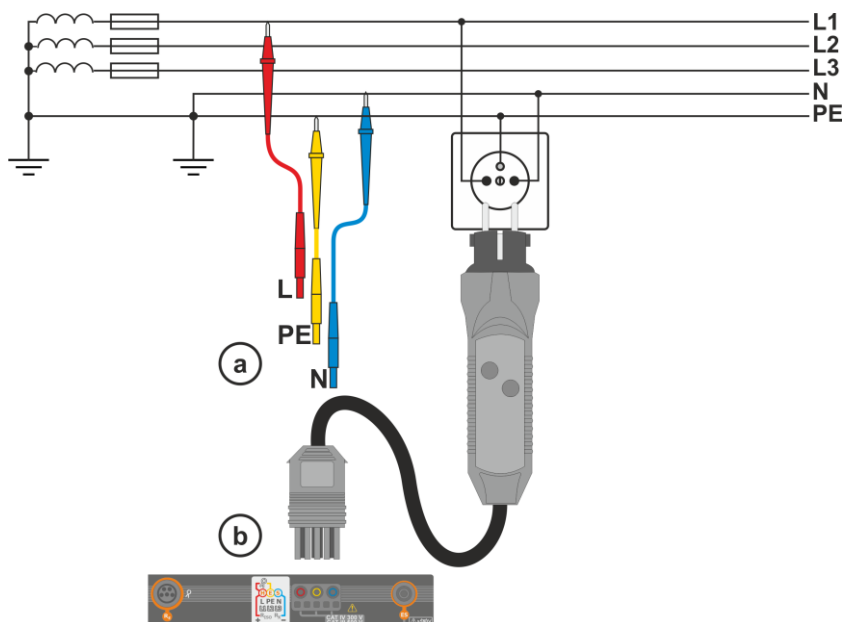
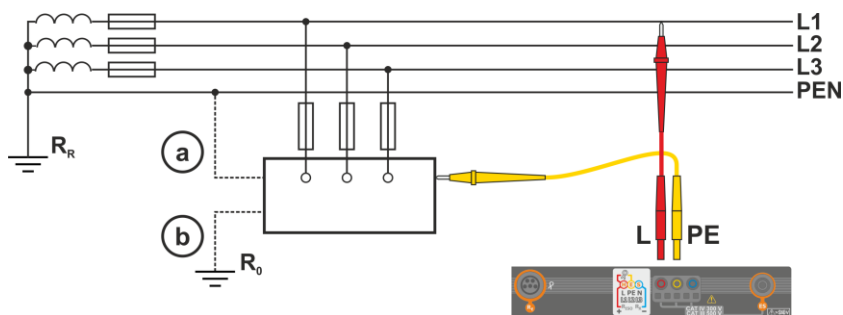

Fig. 3.1 Medición en el circuito L-PE
Fig. 3.2 Comprobación de la eficacia de protección contra incendios de la carcasa del dispositivo en caso de: a) la red TN o b) la red TT
- 1 Conectar los cables de medición según la Fig. 3.1 o Fig. 3.2.